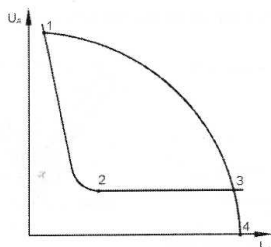

Рисунок 23 - Вольтамперная характеристика сварочной дуги и крутопадающая характеристика источника питания
- Ответ по рис. 23: 4.6.1.-1; 4.6.3.-3;